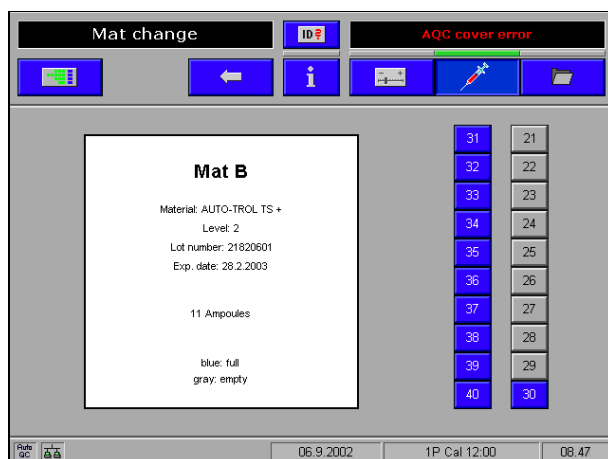

Fig. 29
- 如果安瓿块没有全部替换 , 按 "Details." 透过按相应的状态键选择已替换的安瓿 ( 见图29 ) 和/或选择要测量的安瓿。